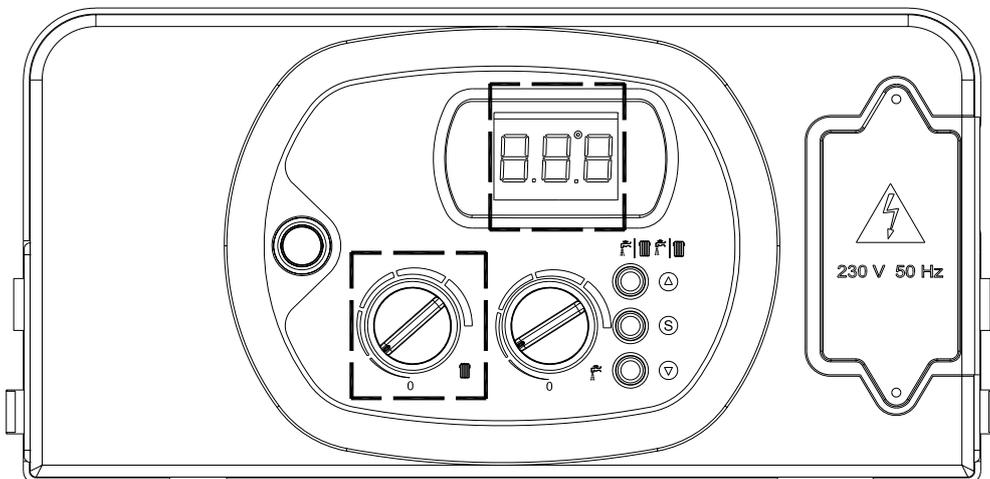

fig.20
- en cas de branchement direct de la sonde extérieure sur la carte, le réglage de la courbe de chauffe (pente) se fait en agissant sur le bouton de réglage du chauffage. Tourner le bouton encadré (fig.20) pour visualiser la numérotation correspondant à la courbe du diagramme de la figure 19.